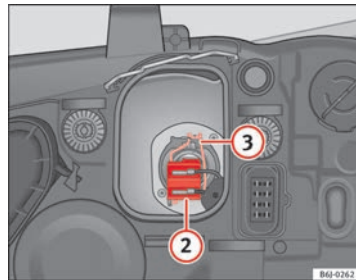

Abb. 154 Abblendlicht
- Ziehen Sie den Stecker ⇒ Abb. 154 ② von der Lampe ab.
- Nehmen Sie die Haltefeder ⇒ Abb. 154 ③ durch Eindrücken und Rechtsdrehung ab.